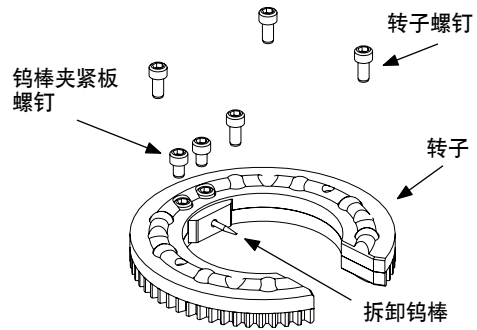

图 38 拆卸转子和钨棒夹紧板螺钉
1. 从转子上拆下转子螺钉和钨棒夹紧板螺钉。从陶瓷插件上拆下电极。参考图 38。